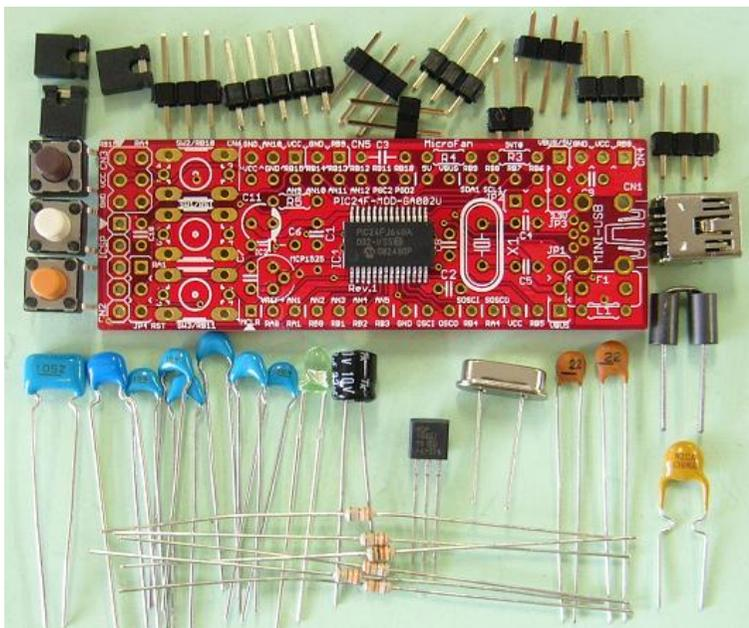

図 2.1 部品：写真
PIC24F-MOD-GA002U キットの部品一覧を表 2.1、図 2.1 に示します。部品が不足、破損している場合には、キットを組み立てる前にマイクロファンに問い合わせください。
- ヘッダーピンは、図 2.1 と異なり、基本的に切り分けられていないものを提供します。
- 図 2.1 にはオプションの電圧リファレンス用 MCP1525(TO-92) やコンデンサが含まれています。